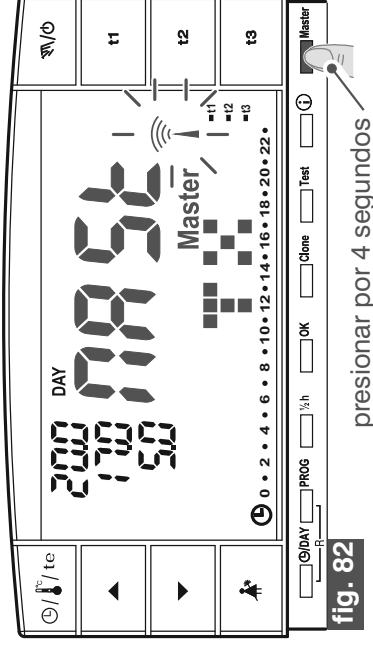

fig. 82
- pulsar el **botón Máster por 4 segundos**, en el pantalla aparece el mensaje “MASt” (ejemplo fig. 82).